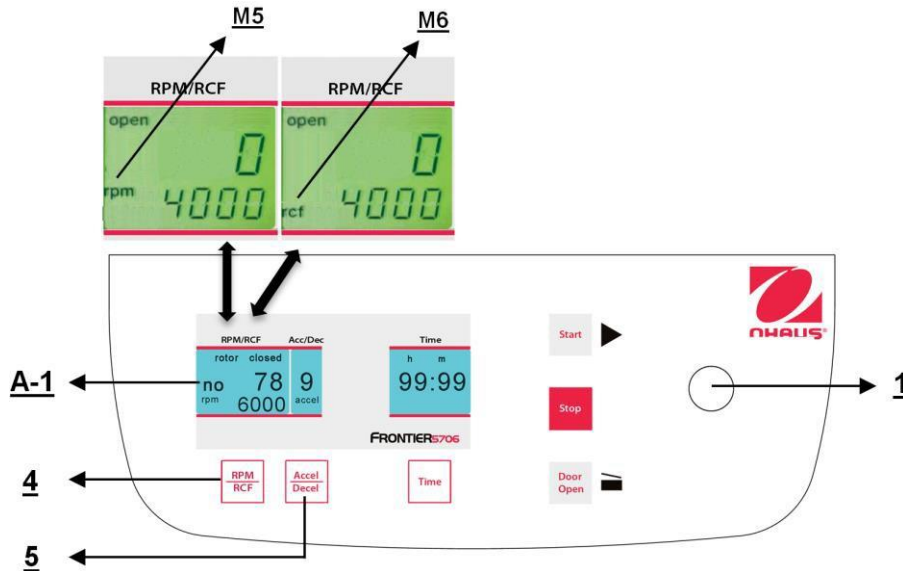

Figure. 19
Cette présélection est activée au moyen de la touche "**RPM/RCF**" (4) (voir la figure 19 ci-dessous). En appuyant sur la touche une fois, le mot "**rpm**" (M5) clignote. En appuyant sur la touche deux fois, il est possible de présélectionner les forces centrifuges. Le mot clignotant "**rcf**" (M6) apparaît alors. L'utilisateur peut définir les valeurs désirées avec le bouton de réglage (1). Sur l'affichage (A-1), la valeur réglée est présentée en permanence, avant, pendant et après la centrifugation.